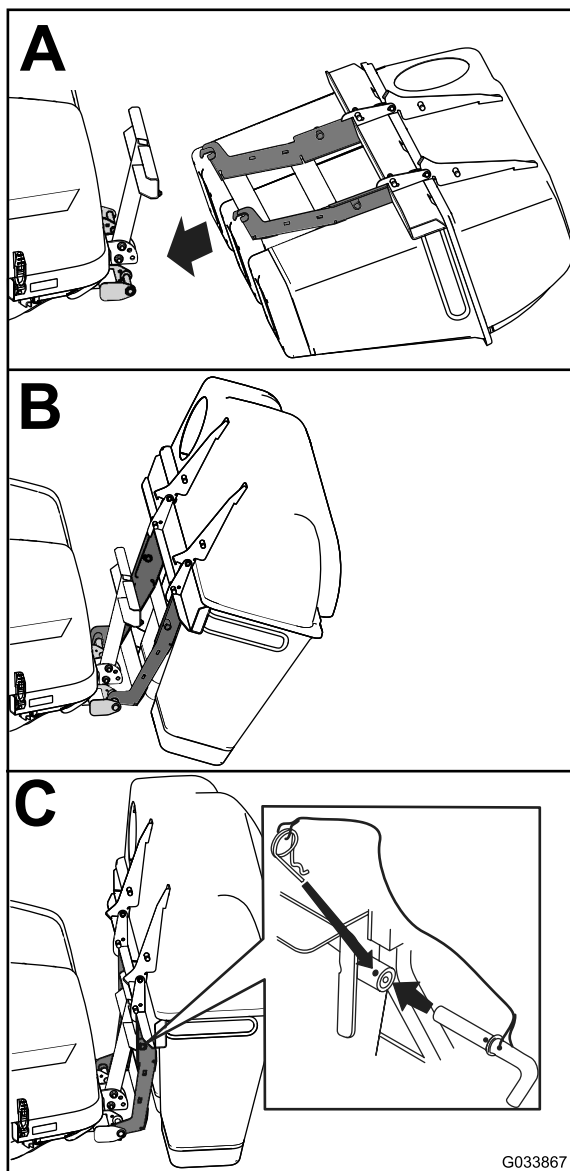

图 4
2. 将吊钩滑到下安装支架上 图 4 中的 A。
3. 将装袋机罩组件旋转到下装袋机安装支架上 图 4 中的 B。
4. 将装袋机内的孔与上安装支架对齐 图 4 中的 C。
5. 安装柱销并用两侧的发卡销将其固定 图 4 中的 C。